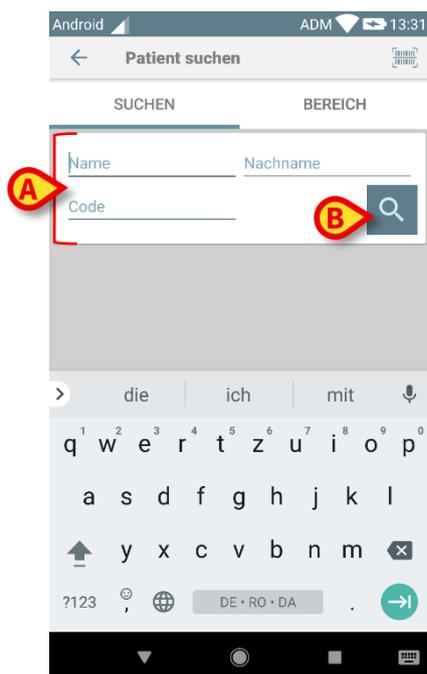

Abb. 34
- Geben Sie Patientendaten in die in Abb. 34 **A** angegebenen Feldern (Name, Nachname, Code) ein und klicken Sie dann auf die Schaltfläche **Suchen** (Abb. 34 **B**). Unvollständige Informationen sind zulässig.